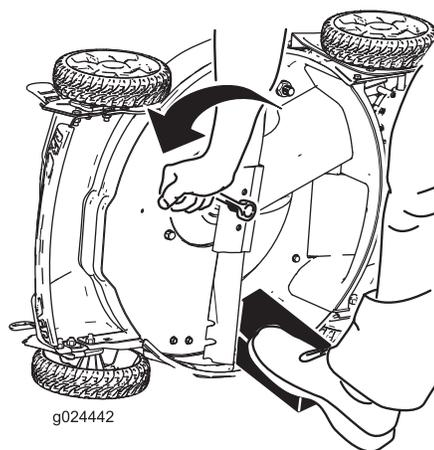

Figure 22
4. Déposez la lame mais ne jetez pas les fixations (Figure 22).
3. Immobilisez la lame avec un morceau de bois (Figure 22).